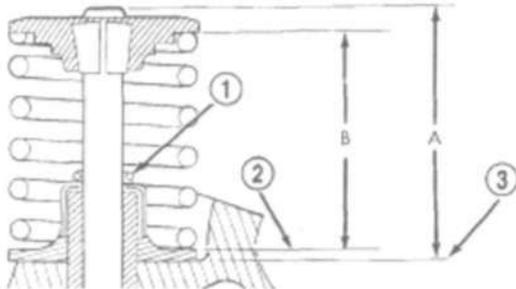

Рис. 29 Проверка высоты установки пружины и размера высоты наконечника клапана
- (3) Установить клапанные пружины и фиксаторы. Сжатие пружин должно быть достаточным для установки замков, при установке стараться не смещать приспособление для сжатия. При смещении приспособления для сжатия возможно появление задириков на штоке клапана.
(4) Проверить высоту установки пружины В для подшлифованного клапана и седла (Рис. 29). Измерение проводить строго от верха седла пружины до нижней поверхности фиксатора пружины. Если высота составляет более 38.75 мм, установить прокладку 0.762 мм под седло пружины для обеспечения соблюдения спецификации высоты пружины.